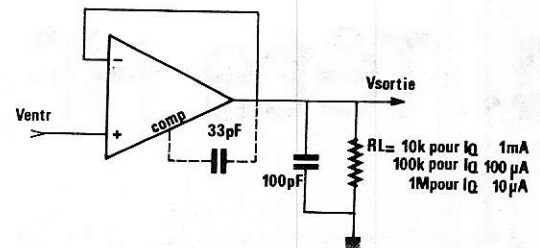

Figure 12
10) COMPENSATION EN FREQUENCE DU SUIVEUR (figure 12).